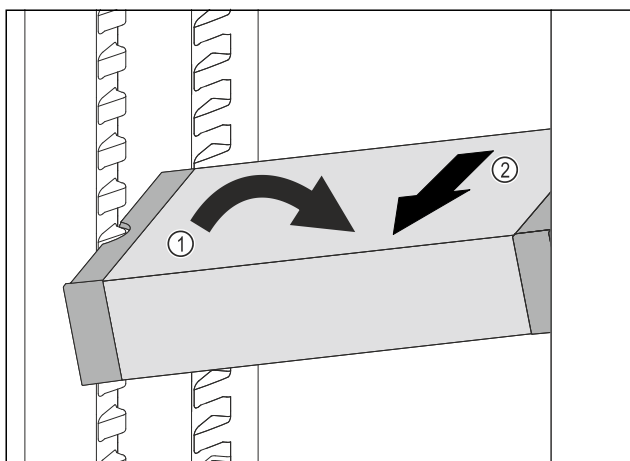

Fig. 149
- Наклонете VarioSafe в хладилната част. Fig. 149 (1)
- Извадете VarioSafe напред. Fig. 149 (2)